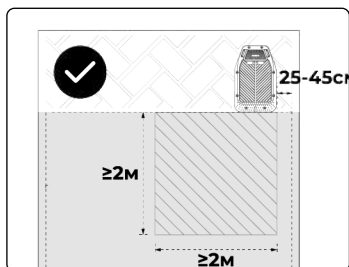

Рис. 14
3. Зарядную станцию можно разместить вдоль внешнего края газона. Зарядная станция должна находиться на расстоянии 25-45 см от границы. Расстояние от задней части зарядной станции до границы не должно быть менее 2 м. (Рис. 14)